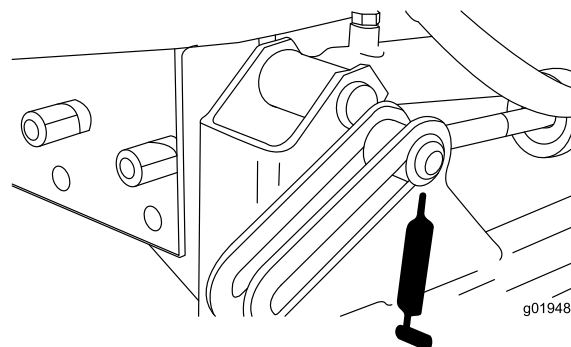
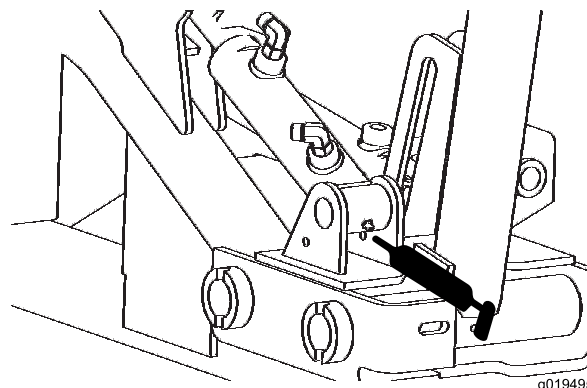

図 43
図 44
- ・ 前昇降シリンダ（3ヶ所）（図 43 と 図 44）。